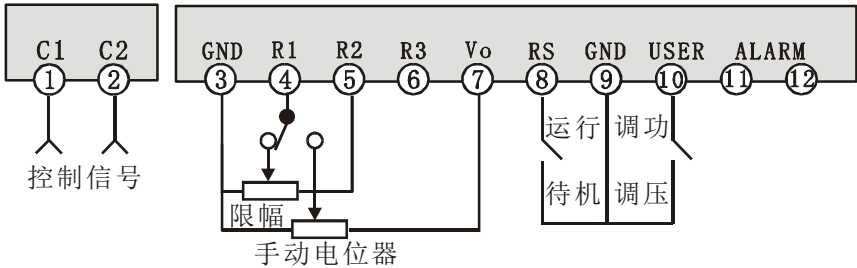

图 4：手动与带限幅功能的自动控制控制组合接线图
- 启动/停止开关： 外接开关，参考图 4；端子 8、9 短路：缓关断，开路：缓启动
- 调功/调压切换(选件)： 外接开关，参考图 4；端子 9、10 短路：缓关断，开路：缓启动